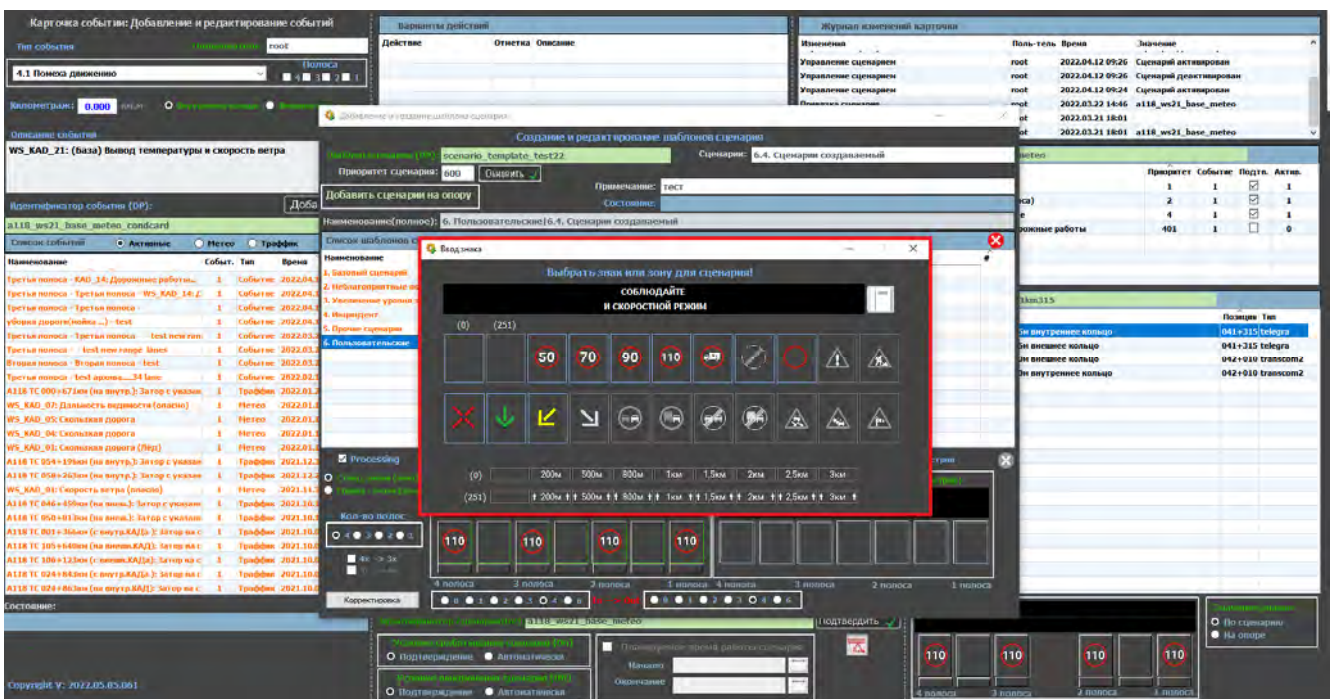

Рисунок 3.5.1.8 Ввод знака
При нажатии ЛКМ на «Изменить знак» появляется окно «Ввод знака» (рис. 3.5.1.8) с вариантами предлагаемых знаков.
Для выбора необходимого ЗПИ навести на него курсор и дважды кликнуть ЛКМ. Выбранный ЗПИ отобразится в поле (3) (см. рис. 3.5.1.3) в блоке «Участок инцидента (менее 300 метров)».